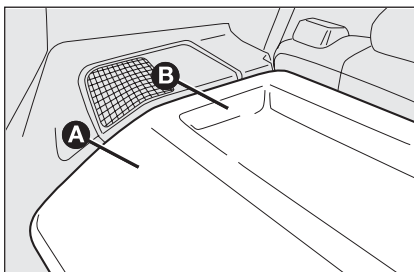
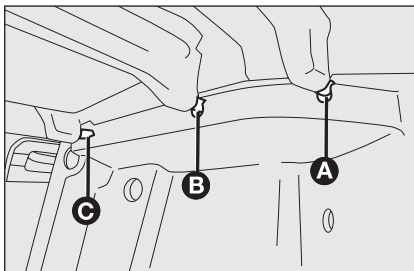
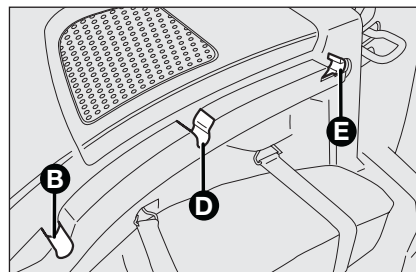

fig. 74
fig. 75
fig. 76
- ☐ abra el portón del maletero y levante la parte delantera **A-fig. 74** desenganchando el perno **A-fig. 75** del alojamiento **B-fig. 76**;
- ☐ levante la parte trasera **B-fig. 74** desenganchando los pernos **B y C-fig. 75** de los alojamientos **D y E-fig. 76**;